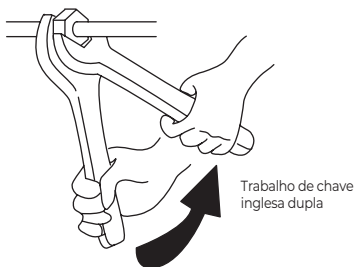

Fig. 4.4. Trabalho do Aperto da Porca de Alargamento
2. **Conforme mostrado na Fig. 4.4**, aparafuse as porcas com 2 chaves.